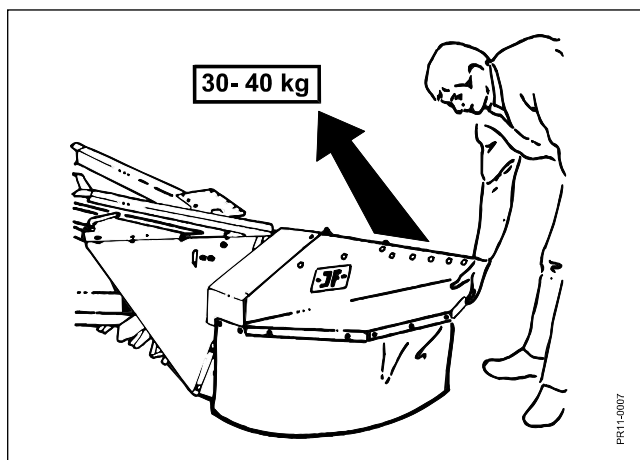

Fig. 2-17
- Fig. 2-17** Fabrik rekommenderar att justera avlastningen, så att maskinens yttersta ände kan lyftas med en kraft på 30 - 40 kg.